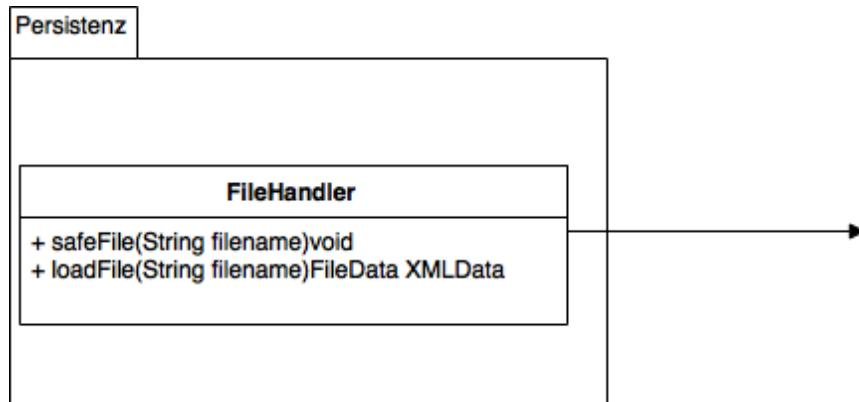

Abbildung 4: Persistenz: Detailsicht, UML-Diagramm
1.1.4. Persistenz: Detailsicht (Abb. 4)